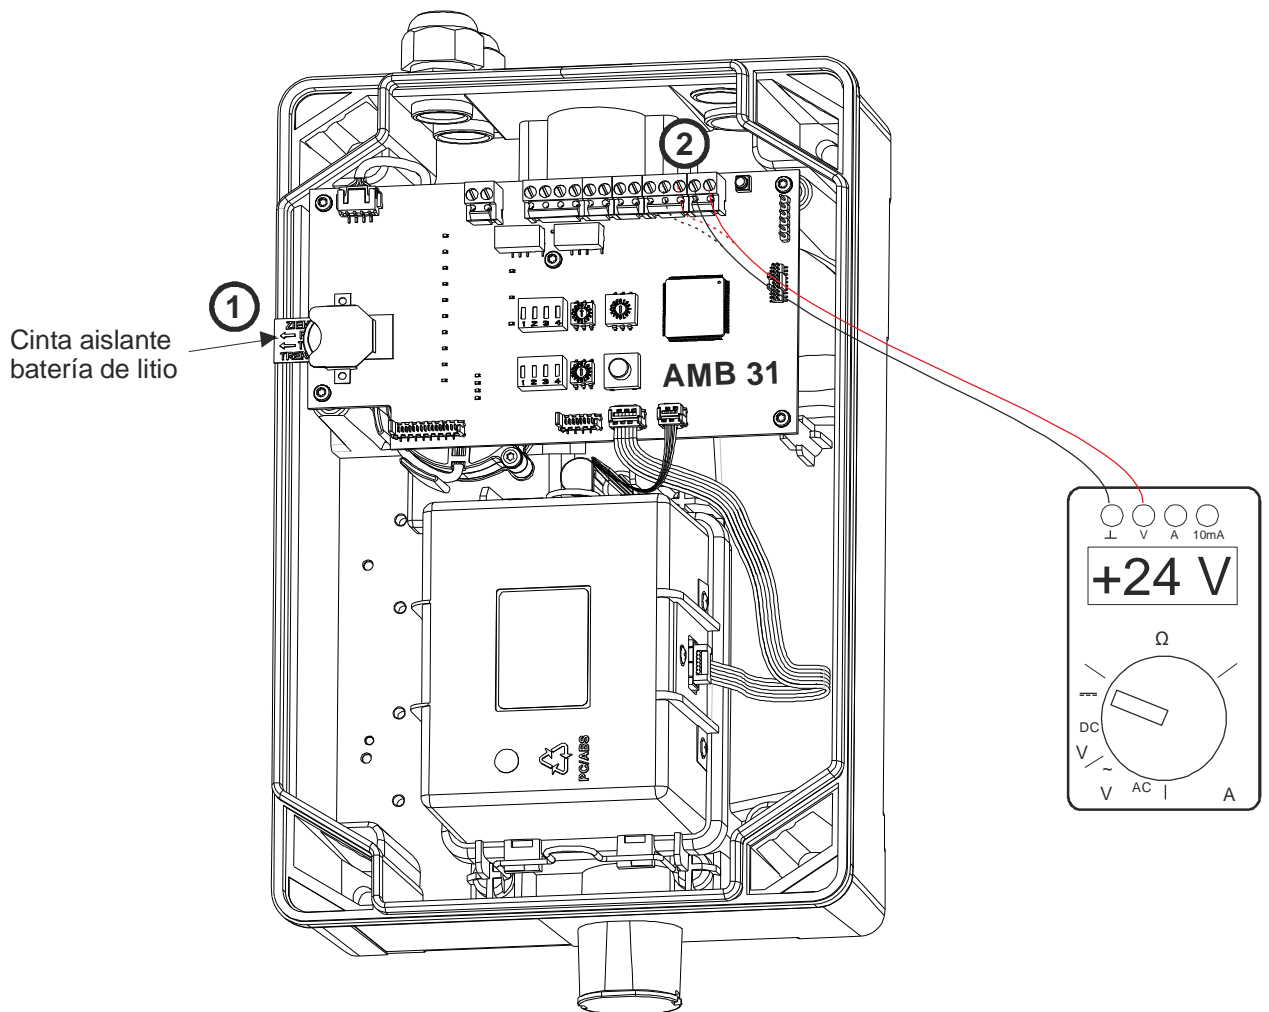

Fig. 46 Caja del detector abierta para la puesta en funcionamiento
- Retirar la cinta aislante de la batería de litio (en el AMB 31). Véase la Fig. 46 (1).
21,6 a 27,6 V-CC (con alimentación de 24 V-CC) (véase Fig. 46 (2)).